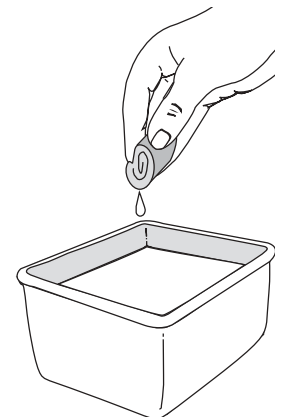

Figure 28
3. Lave el filtro con agua y detergente (Fig. 28). Enjuague bien el filtro. Escurra el exceso de agua. Déjelo secar por completo.